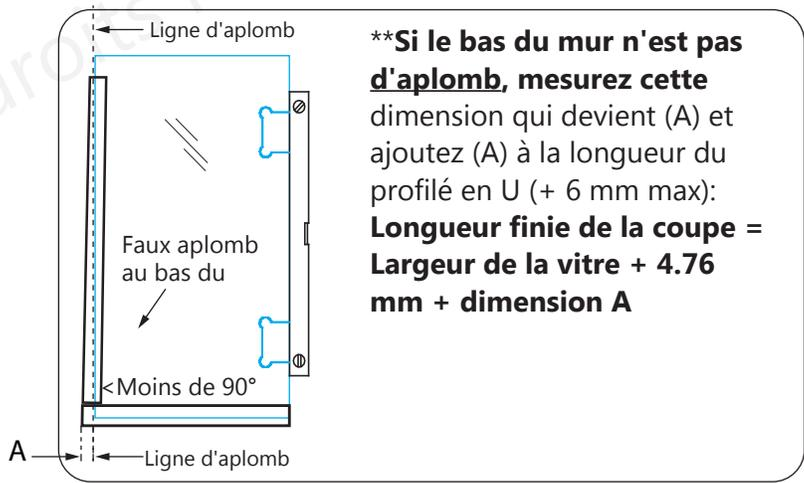

**Fig 1**
**1.** Tracez une ligne sur le seuil et sur le mur pour représenter la bordure extérieure des profilés en U. Assurez-vous que la ligne est parallèle à la bordure avant du seuil. **(Fig 1)**